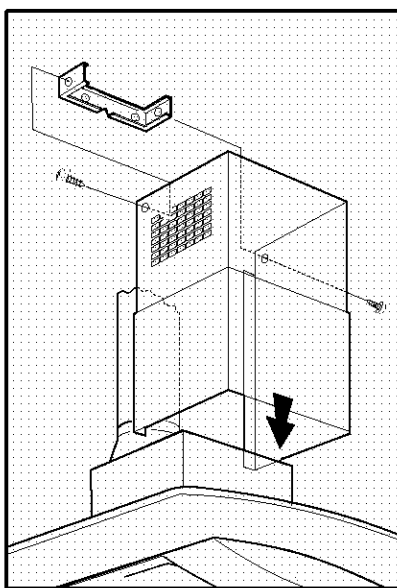

Figure 6
5. Connecter le fil noir du panneau de commandes au fil noir ou rouge de la boîte de connexion, le fil blanc au fil blanc et le fil vert au fil vert/jaune (Figure 6).
7. Installer la couverture de la conduite, comme décrit dans la Figure 6.